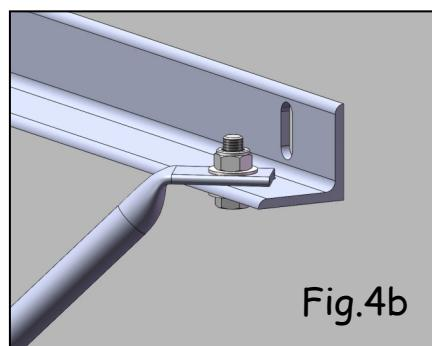
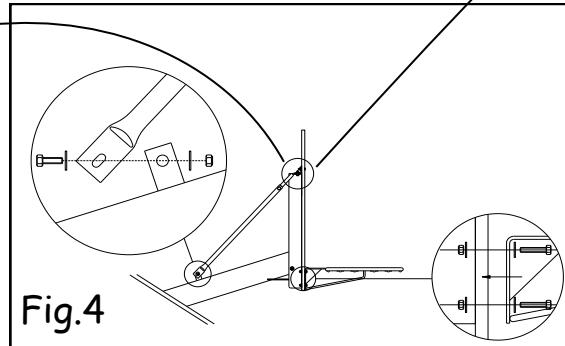

Fig.4b
Fig.4
- Emboiter le petit diamètre des jambes de force dans le gros diamètre. Plier, orienter et ajuster les jambes de forces fig4b pour les fixer sur la cornière du mat supérieur à l'aide des vis HM10x40, des rondelles et des écrous M10 fig4.
- Fixer le panneau et le cercle sur le support panneau à l'aide des vis HM8x45, des rondelles et écrous frein M8 fig4.
- Fixer le panneau à l'aide des vis Poeliers M8x35, des rondelles et écrous frein M8 sur le support panneau fig4.
- Fit the small diameter of the struts in the large diameter. Bend, orient and adjust the struts fig4b to fix them to the angle of the upper mast using the HM10x40 screws, washers and M10 nuts fig4.
- Fix the board and hoop to the board support using the HM8x45 screws, the washers and the M8 safety nuts fig4.
- Fix the board to the board support using the M8x35 pan head screws, the washers and M8 safety nuts fig4.